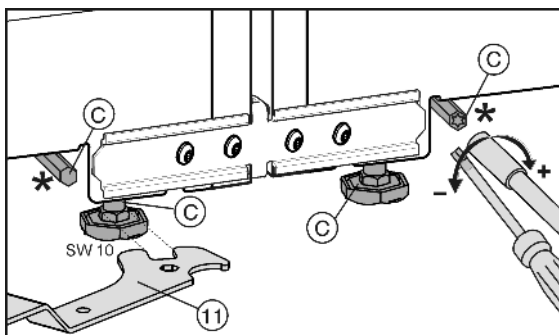

Fig. 8
Les pieds de réglage avant peuvent être réajustés avec la clé à fourche Fig. 8 (11) fournie; les pieds de réglage arrière avec un tournevis Torx® 25.